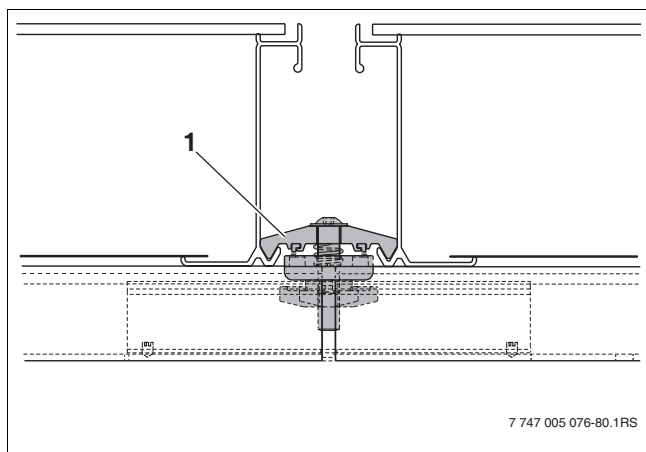

Bild 67 Kollektorspanner doppelt zwischen 2 Kollektoren
- Schraube des Kollektorspanners doppelt mit dem Schlüssel SW5 anziehen. Der Niederhalter (Bild 67, [1]) des Kollektorspanners greift jetzt in die untere Kollektorkante.